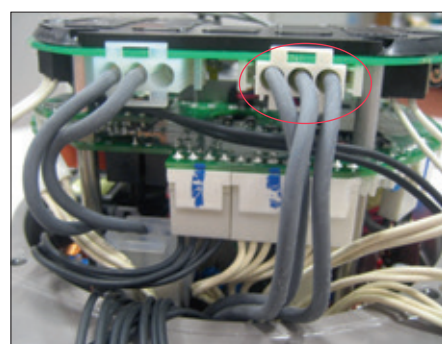

Figura 34
- Collegare il cavo dell'alimentazione a 3 fili della morsettiere alla scheda OM13 (Figura 34).